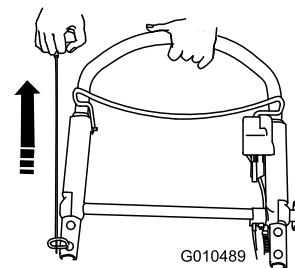

Figura 21
3. Tire del arrancador de retroceso (Figura 21).